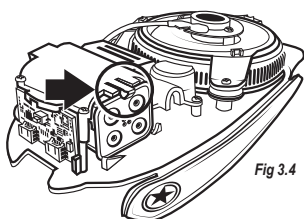

Fig 3.4
5. Retournez le plateau et localisez le bloc-piles. Remarquez la petite languette qui sert à le verrouiller en place (Fig. 3.4).